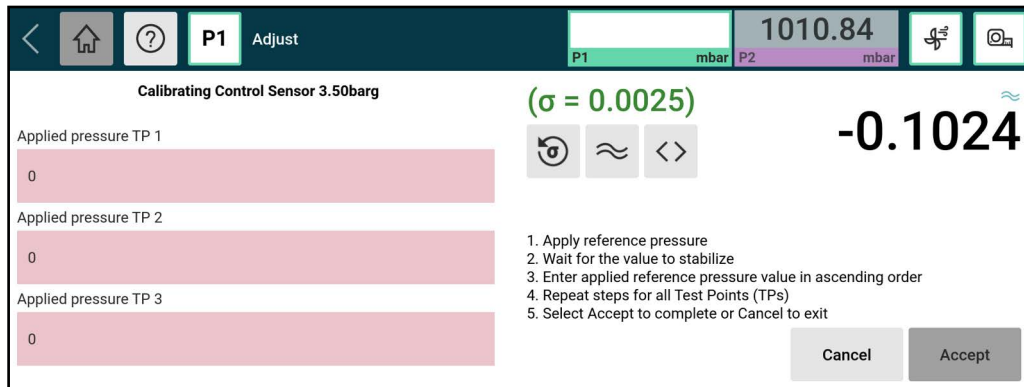

Abbildung A-10: Sensor Anpassungsbildschirm
- **Anpassen** – öffnet den **Einstellungsbildschirm** für den ausgewählten Sensor. Siehe Abbildung A-10.
Abbildung A-10 Zeigt den Sensor-Adjust-Bildschirm, den du zur Kalibrierung der Drucksensoren verwendest. Um diesen Bildschirm zu finden, wählen Sie das **Einstellungssymbol**, dann **Kalibrierung**, geben Sie die Kalibrierungs-PIN ein, dann wählen Sie **Sensorkorrektur** und wählen Sie den zu kalibrierenden Sensor. Wähle schließlich Anpassen aus.